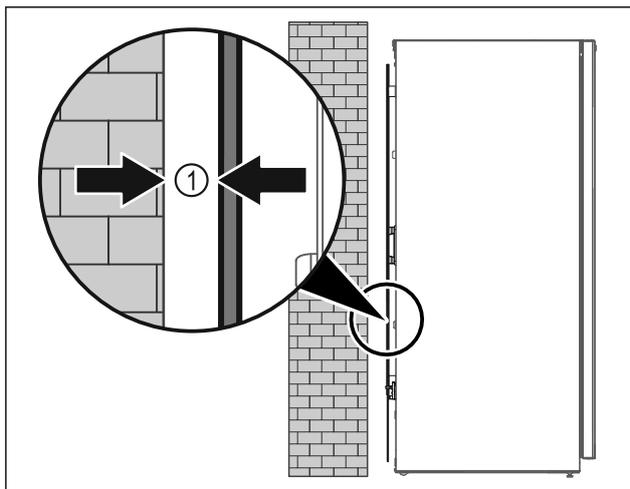

Fig. 6
► Posizionare l'apparecchiatura in un punto a piacere del locale (libera installazione) oppure addossato a una parete a una distanza minima di 5 mm Fig. 6 (I).